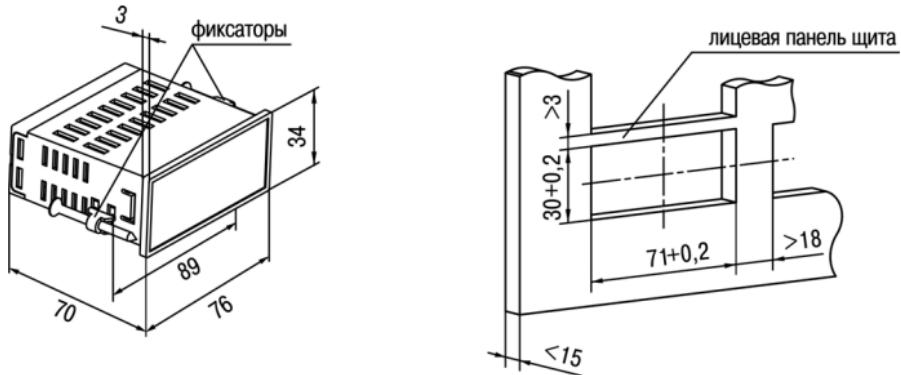

Рисунок 4.2 – Габаритный чертеж прибора в корпусе ЩЗ
1. Подготовить на щите управления место для установки прибора (см. *рисунок 4.2*).